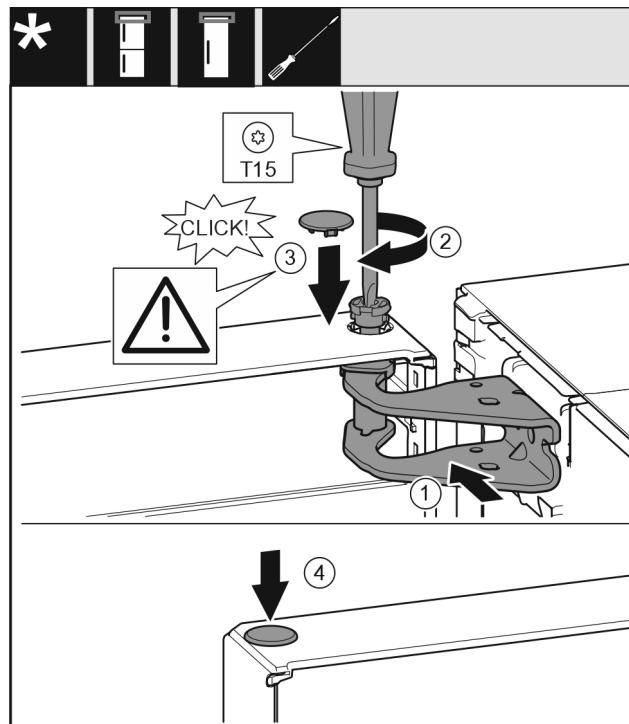

Fig. 23
- Регулирайте вратата горе спрямо отвора в лагерната стойка. Fig. 23 (1)
- Поставете болта Fig. 23 (2) и затегнете здраво с отвертка.
- Монтаж на предпазния капак Fig. 23 (3) за осигуряване на вратата: Поставете предпазния капак и проверете дали той е допрян до вратата. В противен случай поставете изцяло болта.
- Поставете тапата Fig. 23 (4).